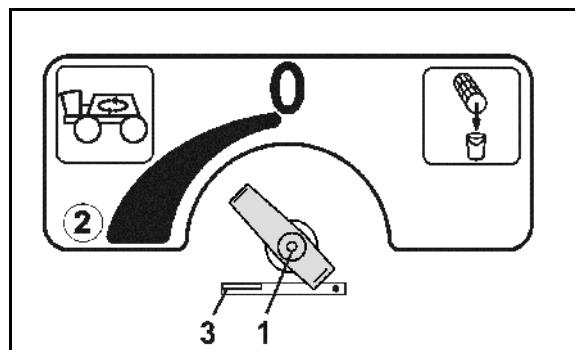

Fig. 74
- Ekstrarøreværket kan indstilles på indstillingshanen (Fig. 74/1).
Ekstrarøreværket er deaktivert i indstillingshaneposition 0. Maksimale røreydelsen i position (Fig. 74/2).
Sikring af trykfilterets aftapningsfunktion (Fig. 74/3).